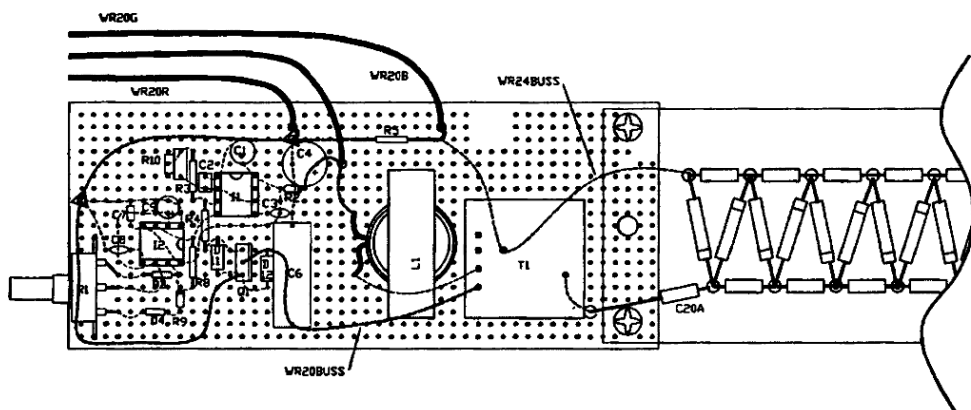
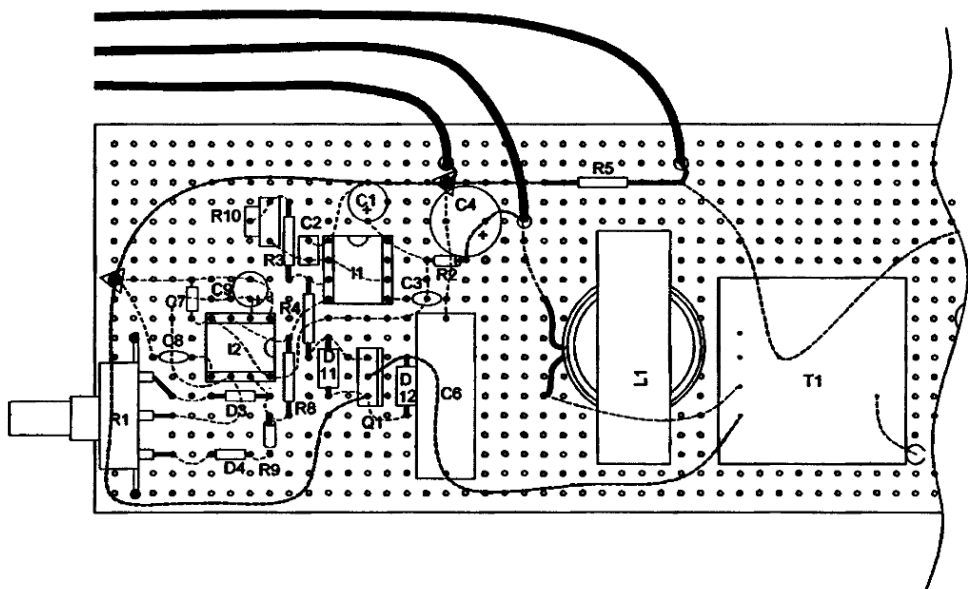

Рис. 22.6. Соединения проводами и внешние подключения
Рис. 22.7. Увеличенный вид сборочной платы
- Присоедините провода для внешних соединений (см. рис. 22.6). Увеличенное изображение соединений сборочной платы показано на рис. 22.7 и 22.8.
Чертеж в увеличенном виде приведен на рис. 22.7 и 22.8.